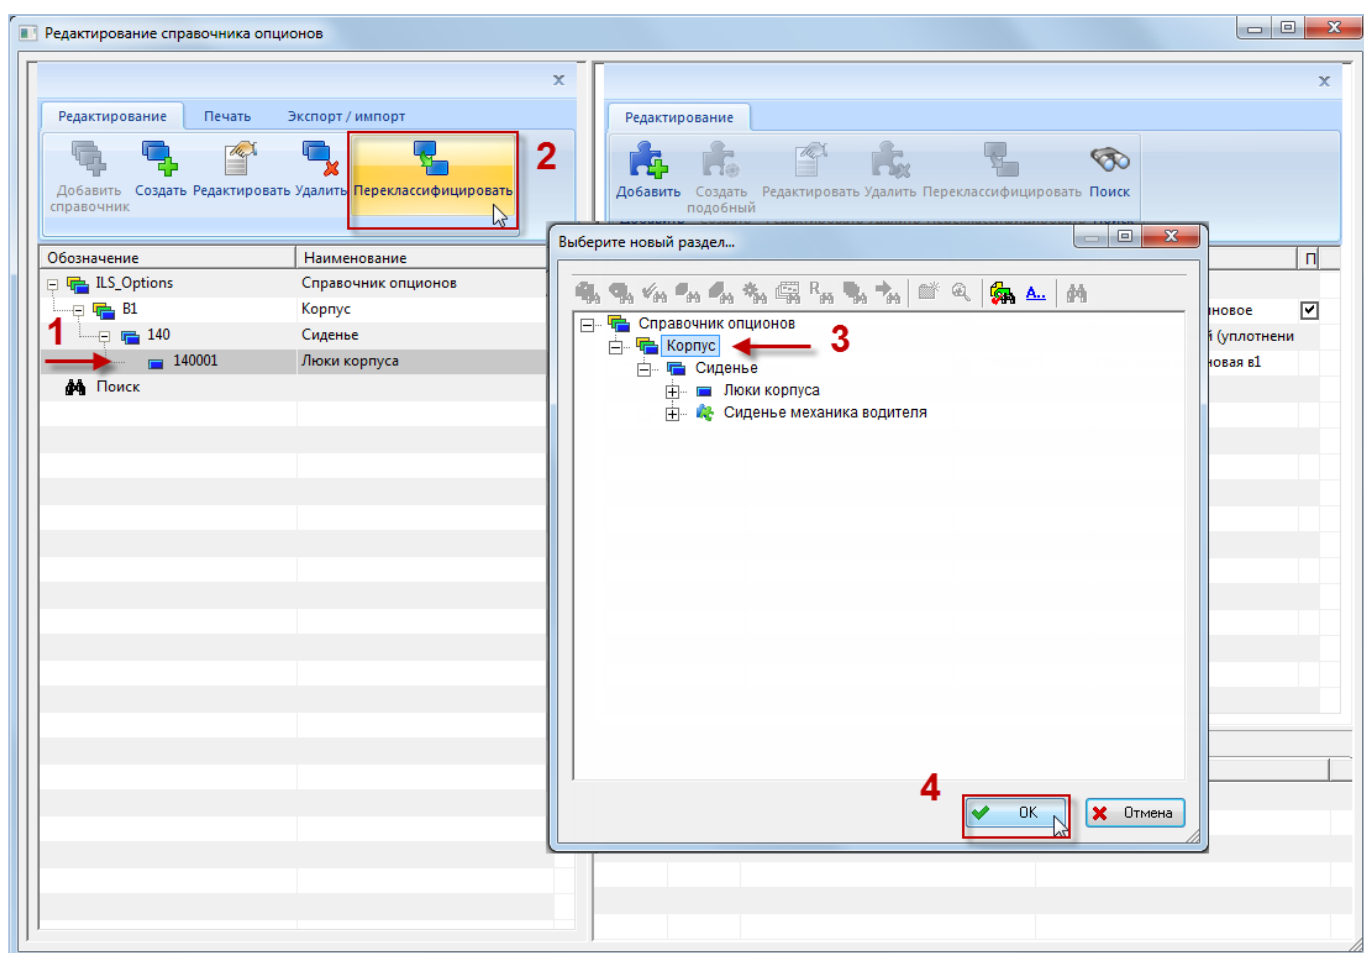

Рис. 13-15 – Перемещение раздела справочника опционов
1) Выделить раздел справочника, который необходимо переместить, в левом окне редактора и нажать кнопку «Переклассифицировать» на вкладке «Редактирование» (1 и 2 на рис. 13-15).
2) В открывшемся окне раскрыть структуру справочника и выбрать раздел, в который будет перемещен выделенный раздел (3 на рис. 13-15). Нажать кнопку «ОК» для перемещения раздела.